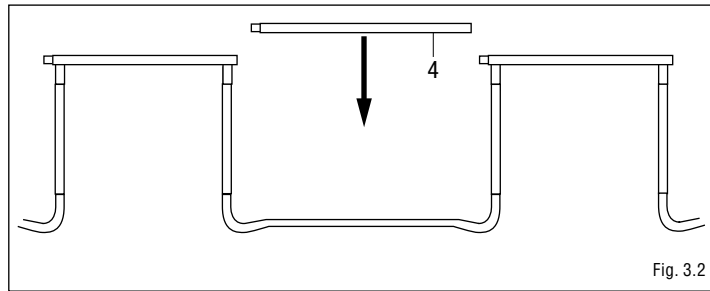

Fig. 3.2
- b) In seguito aggiungere le altre tubature del telaio (4) negli spazi intermedi situati tra le gambe fisse (6), inserendole le une sulle altre (fig. 3.2)